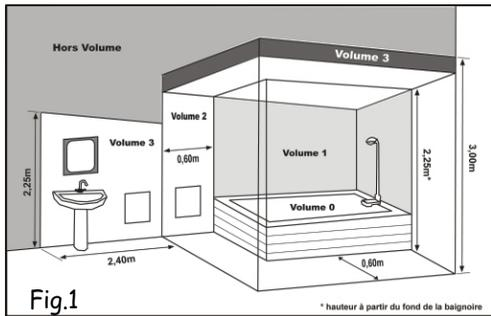
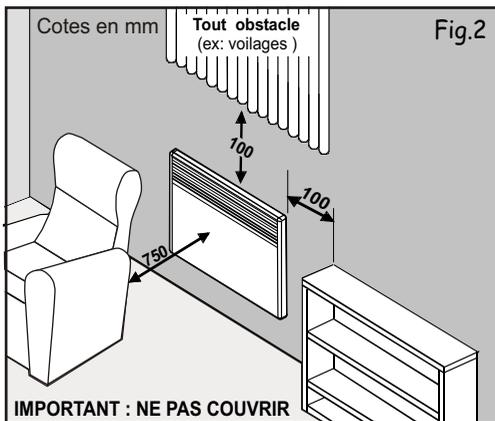

Fig.1
Fig.2
- Cet appareil peut être installé dans le volume 2 ou le volume 3 (Fig.1) à condition que l'alimentation électrique soit protégée par un dispositif différentiel résiduel de courant assigné au plus égal à 30mA.
- Cet appareil doit être raccordé à un poste fixe, en position horizontale, grille de sortie d'air vers le haut et selon les prescriptions en vigueur (fig.1 et fig.2).